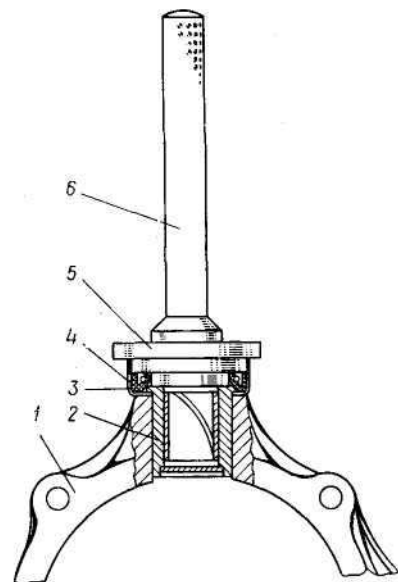

Рис. 177. Запрессовка сальника шкворня:
- смазав сальники смазкой Литол-24, установите и запрессуйте их в обоймы (рис. 177). Наденьте на верхний сальник грязезащитное кольцо;